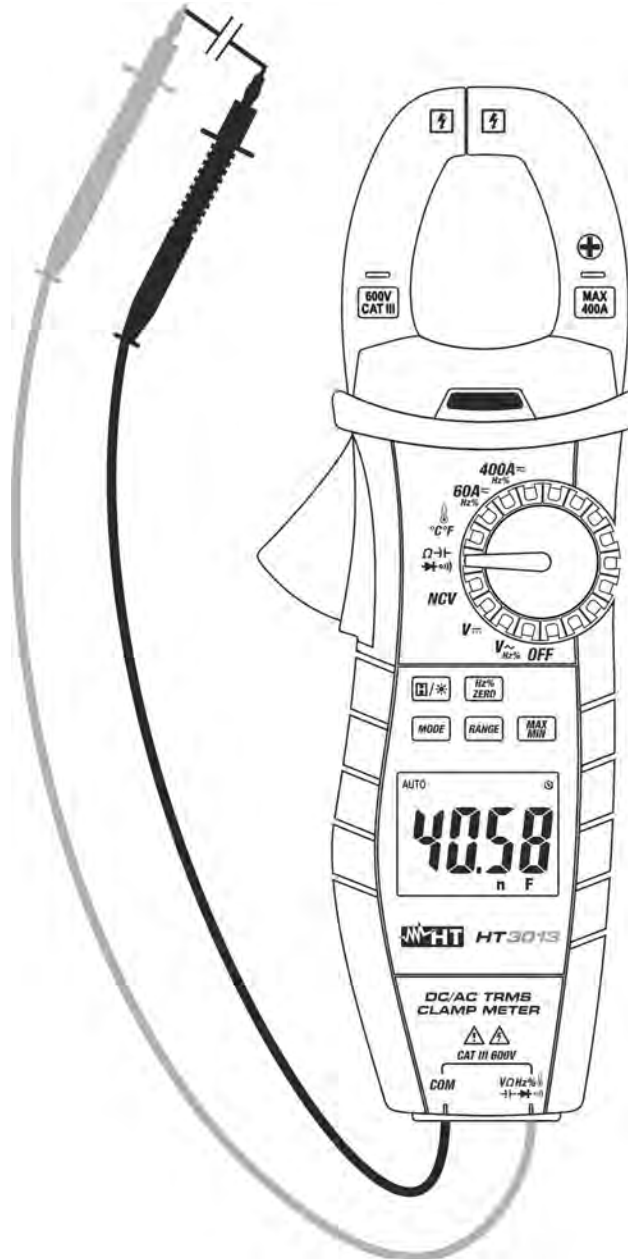

Fig. 9: Utilização da pinça na Medição de Capacidades
4. Colocar as ponteiros nos pontos pretendidos do circuito em exame (ver Fig. 9). O valor da capacidade será apresentado no display.